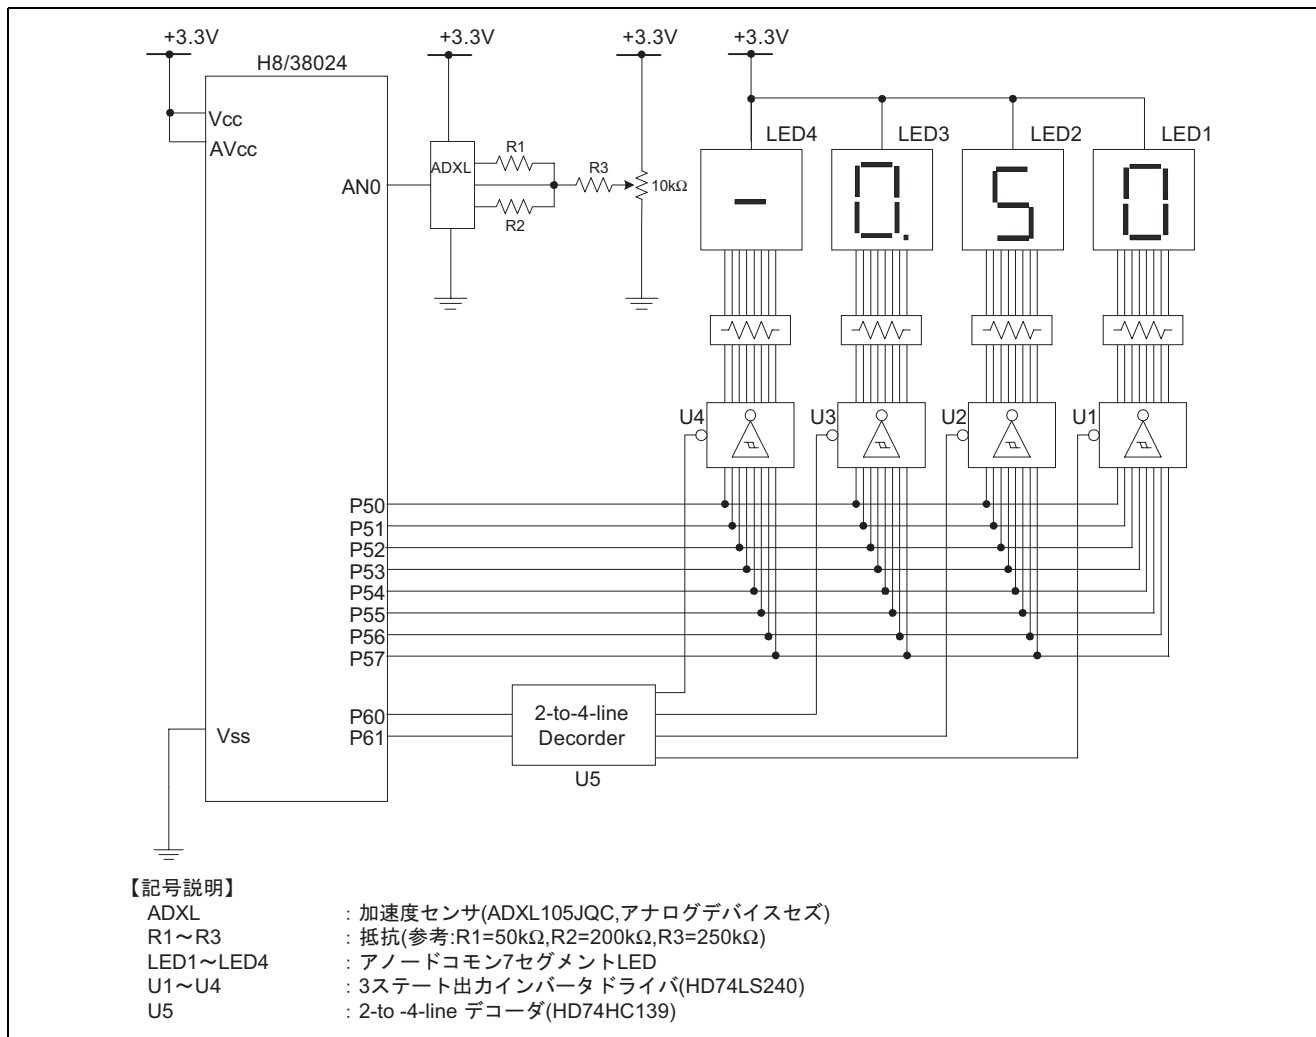

図 1 ハードウェア構成
- (1) 図 1 に半導体式加速度センサ接続例のハードウェア構成を示します。図 1 に示すように、センサをアナログ入力端子 0 (AN0 端子) に接続します。
- (2) AN0 端子の A/D 変換を行い、A/D 変換結果を I/O ポートに接続された 7 セグメント LED に表示します。
- (3) 7 セグメント LED 表示は、A/D 変換結果の 10 ビットデータを小数の加速度値で表示します。
- (4) A/D 変換は、0.5s 毎に行います。